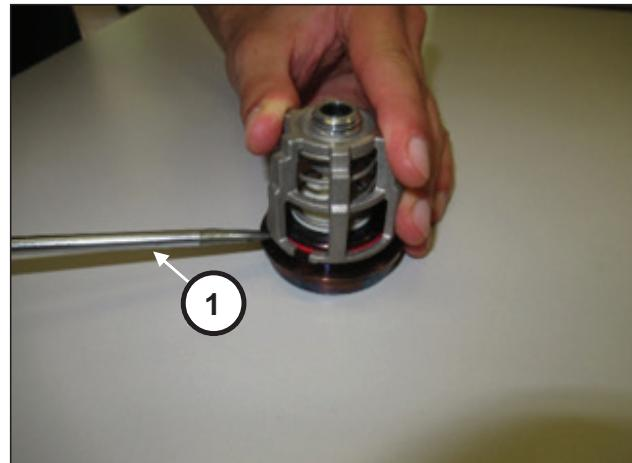

图 114
使用简单的工具(位置①, 图 114)撬动吸入阀组和排出阀组来拆卸它们。